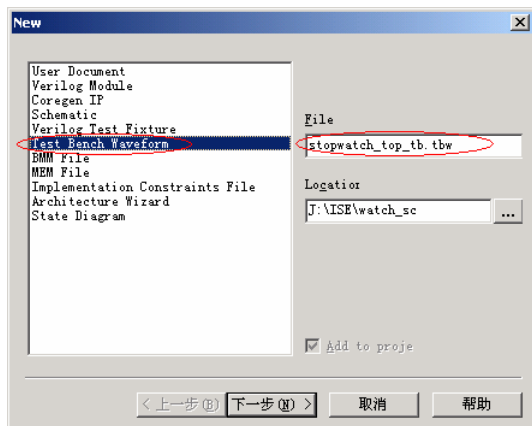

图9-45 新建测试激励文件
- (1) 单击新建资源快捷按钮 ，弹出新建资源对话框，选择新建资源类型为“Test Bench Waveform”，新建文件名为“stopwatch_top_tb.tbw”，如图 9-45 所示。